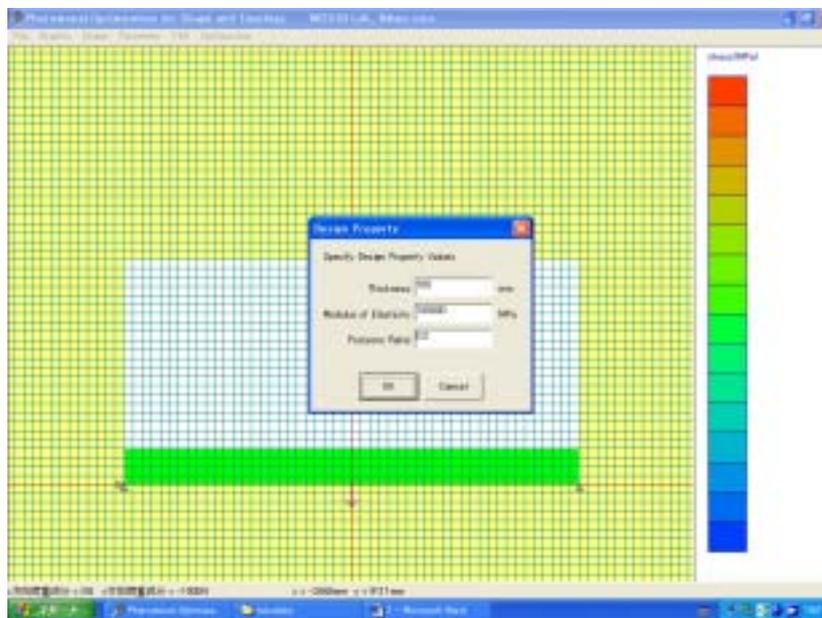

Fig.10
8. 次に Parameter メニュー内の Design Property Values を選択します。開いたウィンドウで、この構造物に厚さ 100mm , ヤング率 100000MPa , ポアソン比 0.3 を設定します。(Fig.10)